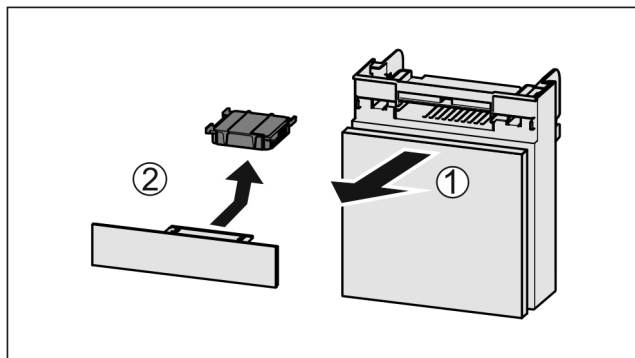

Fig. 56
- ▶ Pretinac izvucite Fig. 56 (1) prema naprijed.
- ▶ Izvadite filtara s aktivnim ugljenom Fig. 56 (2).